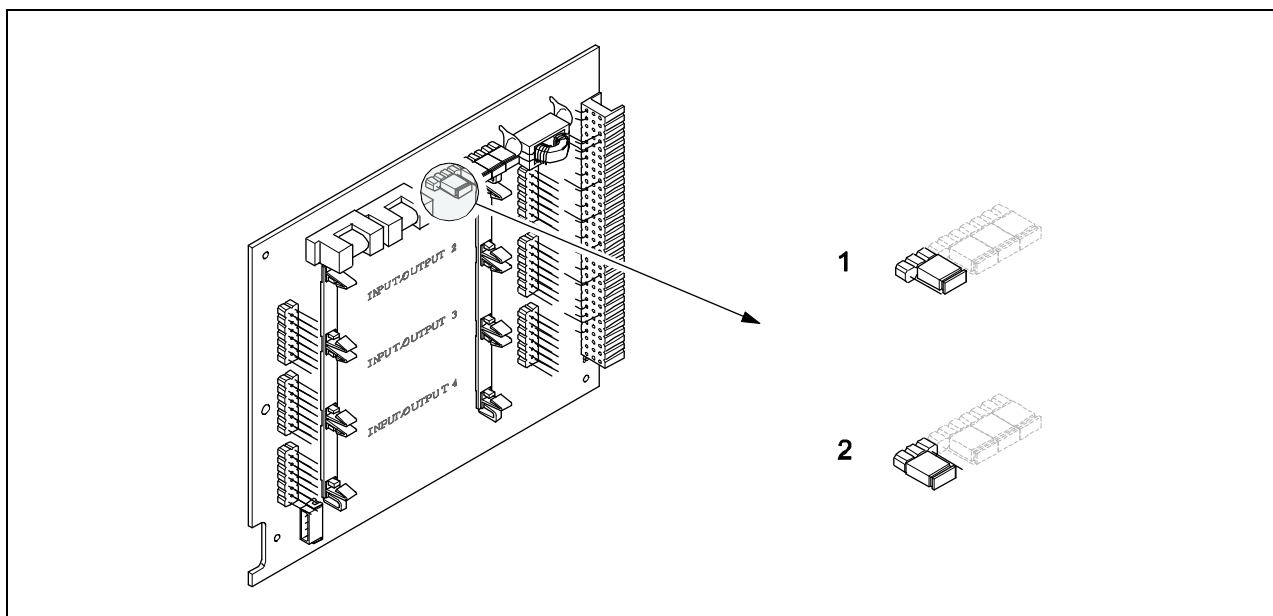

Рис.41: Включение и выключение защиты от записи HART
3. Переключкой переключите режим защиты от записи, как показано на рис. 41.